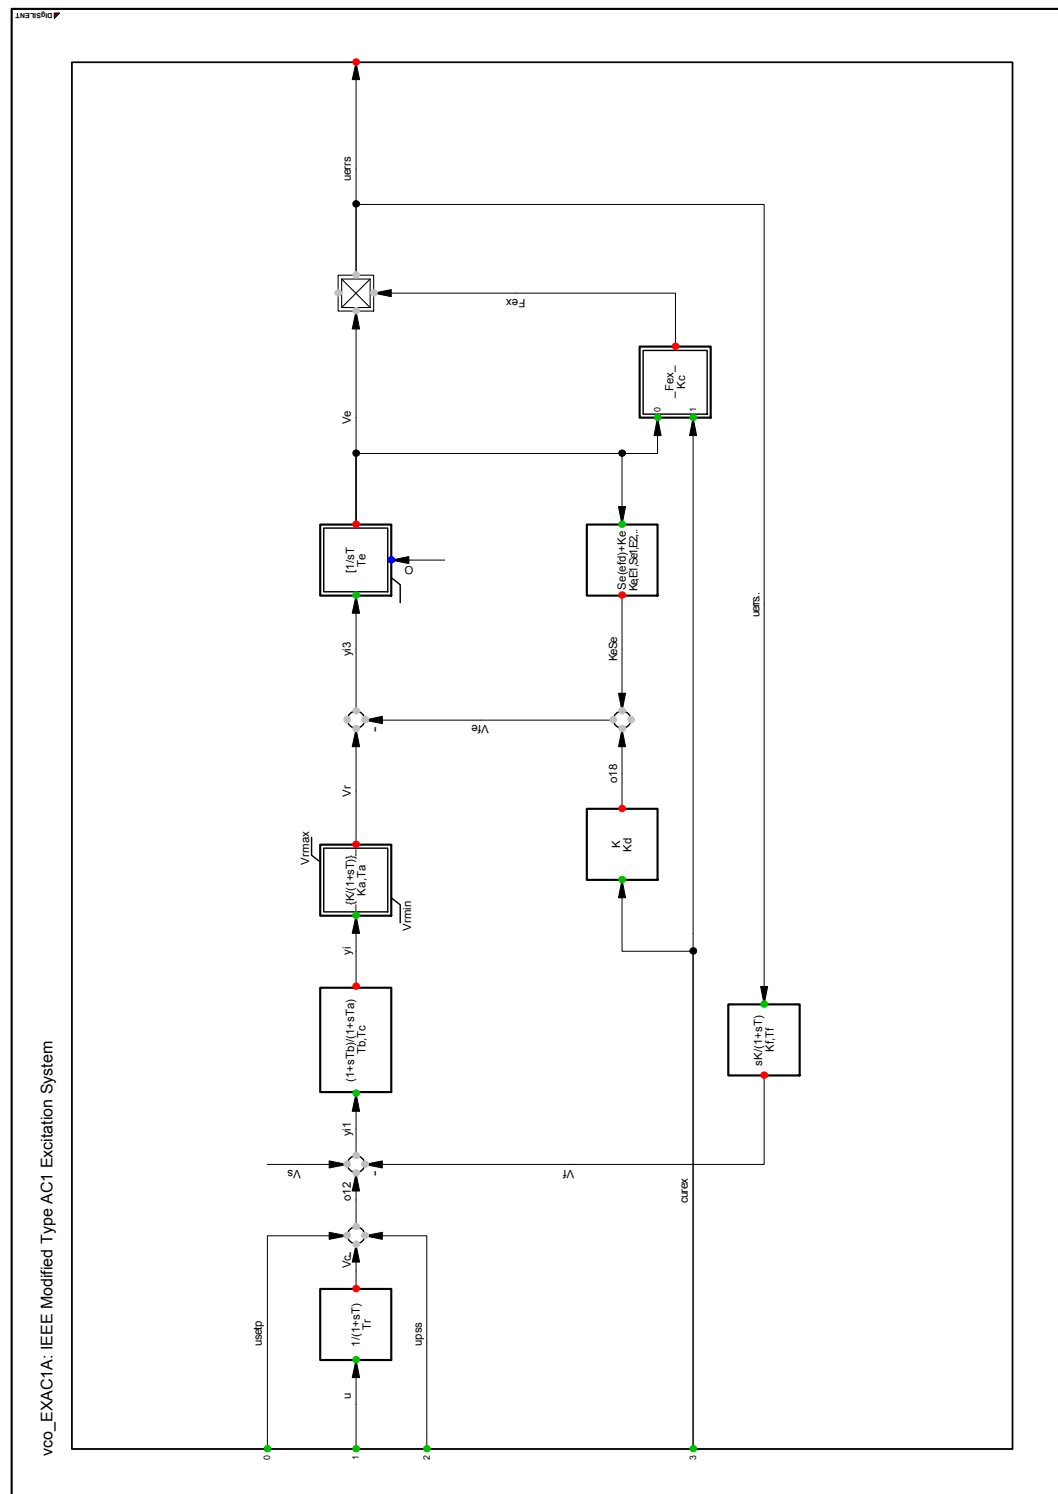

Figura 2: Diagrama de bloques del regulador de tensión vco_EXAC1A
- El diagrama de bloques del regulador se muestra en la Figura 2. Para mostrarlo en PF picar con el botón derecho sobre el elemento DSL del regulador  y seleccionar "Mostrar Gráfica". Identificar sobre el diagrama de bloques las variables de entrada y de salida del regulador.
- El diagrama de bloques del estabilizador de potencia se muestra en la Figura 2. Para mostrarlo en PF picar con el botón derecho sobre el elemento DSL del estabilizador  y seleccionar "Mostrar Gráfica". Identificar sobre el diagrama de bloques las variables de entrada y de salida.